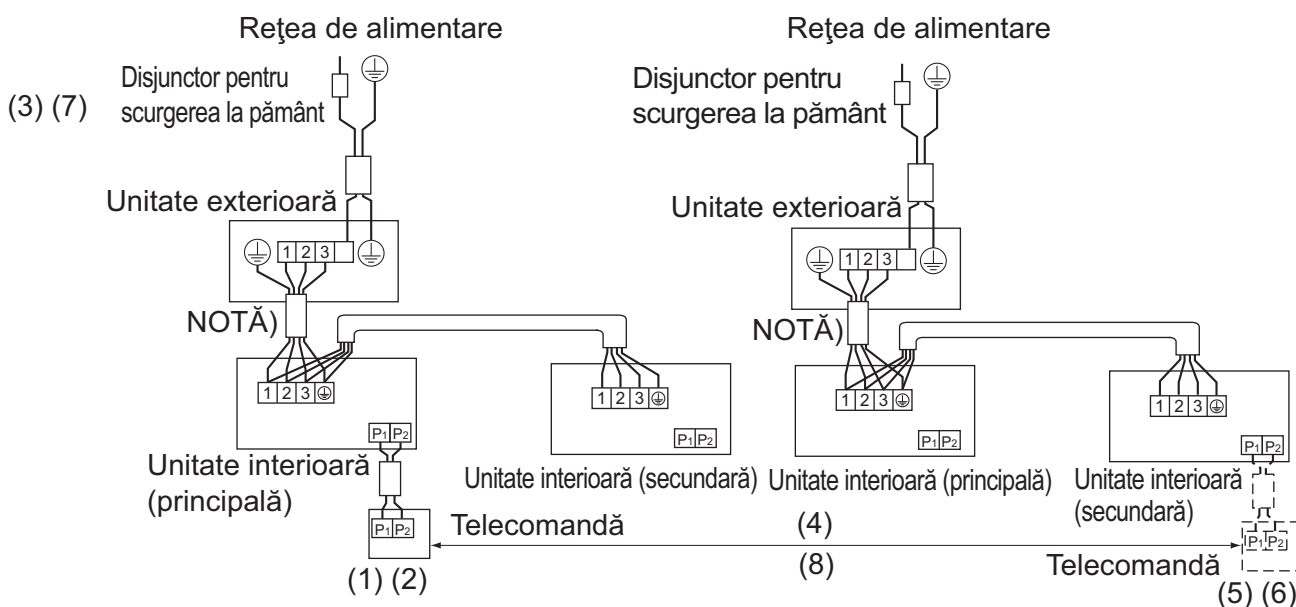

Fig. 29
- Efectuați următorul procedeu când setați unitatea principală și secundară separat. **(Consultați Fig. 29)**
- (1) Schimbați AL DOILEA NR. DE COD la "02", configurare individuală, astfel încât unitatea secundară să poată fi configurată individual. **(Consultați Tabelul 9)**